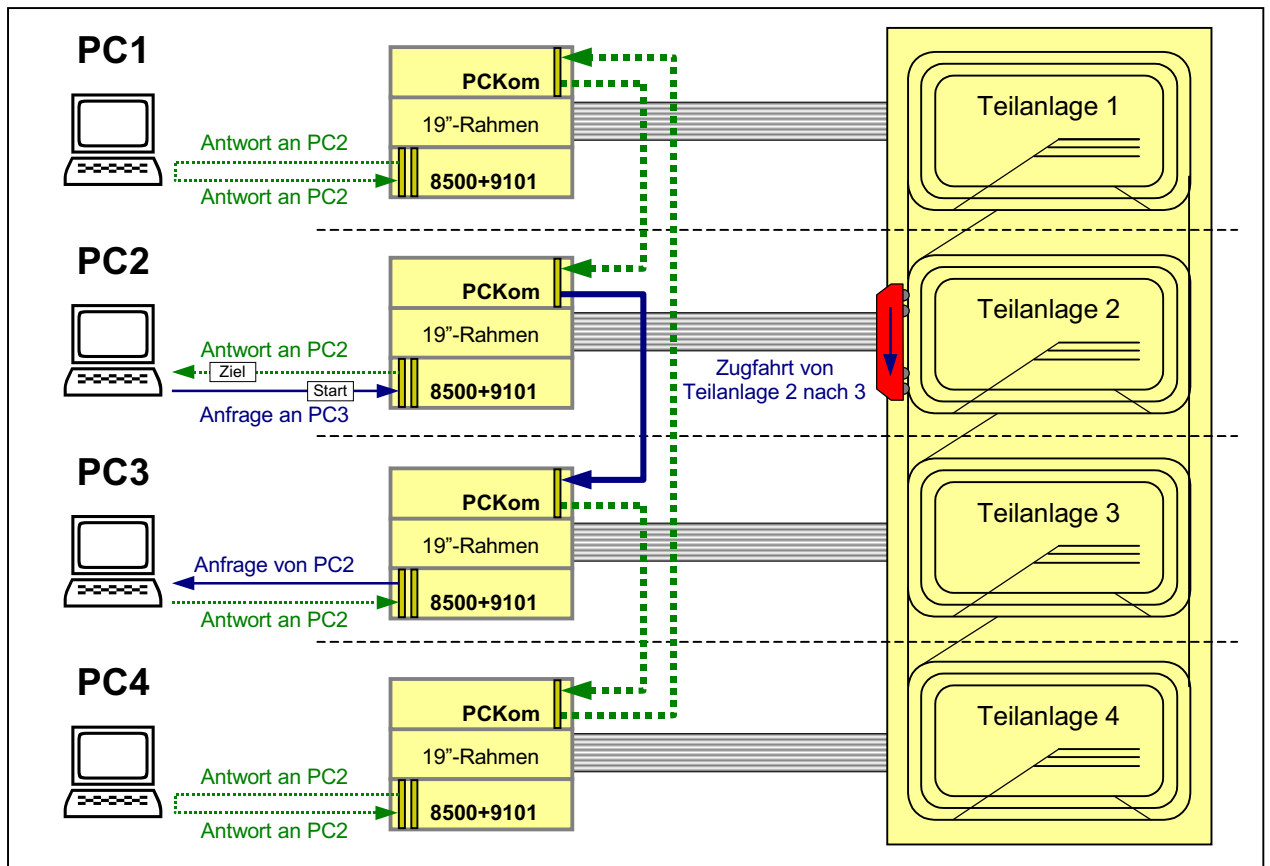

Abbildung 8: Kommunikationsprinzip zwischen den einzelnen PCs bei Großanlagen
Es sind so viele Kabel erforderlich, wie PC's vorhanden sind. Jedes Kabel besteht aus einer Masseleitung und drei Litzenpaaren. Die beiden Litzen jedes Paares werden miteinander verdreht (vgl. Abbildung 8). Mit den Kabeln werden die PCKom-Steckkarten der PCs ringförmig miteinander verbunden. Die Länge eines Kabels darf 30 Meter betragen. Es erhält auf der einen Seite einen 9-poligen SUB-D-Stecker, auf der anderen eine 9-polige SUB-D-Buchse. Die Pinbelegung ist wie folgt:
- Verbinden Sie die einzelnen PCKom-Steckkarten in den Rahmen der Teilanlagen ringförmig mit den PCKom-Kabeln gemäß Abbildung 8.